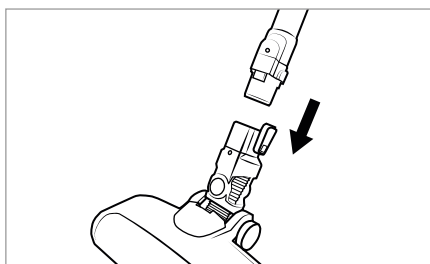

Fig. 2
- 2) Monte o tubo de aspiração 23 na escova para chão 21, encaixando-o até ouvir um estalido (ver fig. 2).